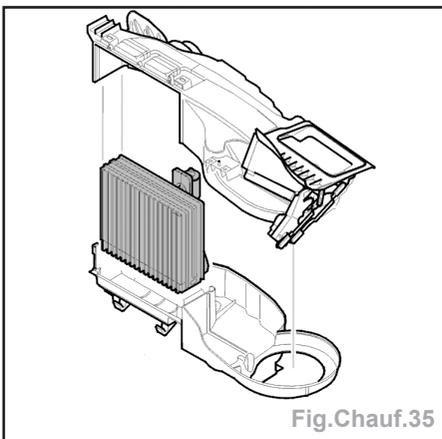

Fig. Chauff.35
- Dégager la section inférieure et déposer l'évaporateur (fig. Chauff.35).